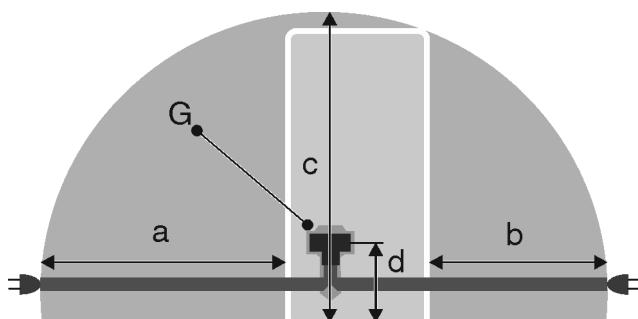

Fig. 51
- Розетка находится вне зоны задней стенки в данной зоне. Fig. 51 (a, b, c)
- Штекер устройства Fig. 51 (G) подсоединить с задней стороны устройства. Следить за правильной фиксацией.